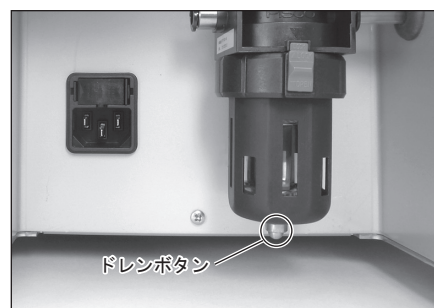

図 27
- 1) エアフィルターのケース内に水が溜まってきたら、ケースの下にあるドレンボタンを押して水抜きを行います（図 27）。